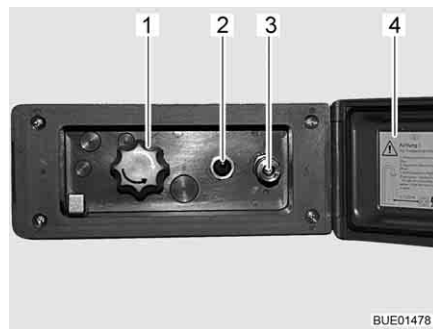

Fig. 110 Branchement de la douche extérieure
- Déverrouiller et ouvrir le couvercle (Fig. 110,4).
- Brancher le flexible de la douche extérieure sur la fermeture rapide (Fig. 110,3).
- Allumer la pompe à eau avec le commutateur (Fig. 110,2).
- Régler la température de l'eau selon ses désirs avec le bouton rotatif (Fig. 110,1).
- Éteindre la pompe à eau avec le commutateur (Fig. 110,2).
- Fermer le couvercle (Fig. 110,4) et verrouiller avec la clé.
- Placer le bouton rotatif (Fig. 110,1) sur la position intermédiaire.